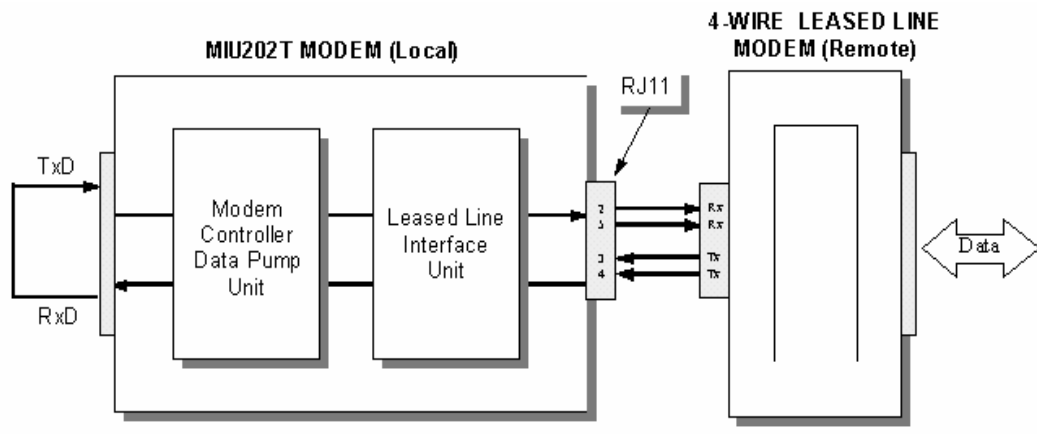

Figure 4 LOCAL DIGITAL LOOPBACK
**(b) LOCAL DIGITAL LOOPBACK – 4/Wire Network (Figure 4)**